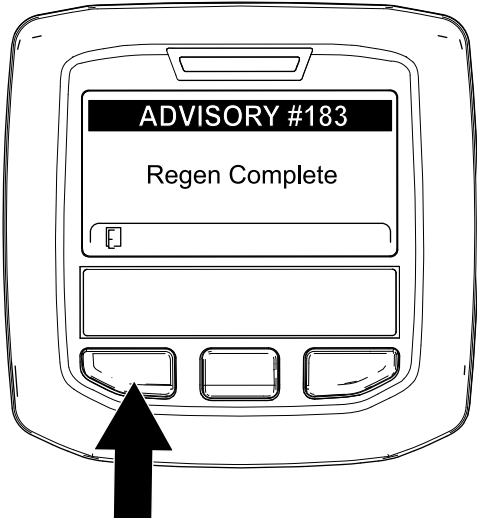

Figura 85
el InfoCenter muestra el AVISO N° 183 (Figura 85). Pulse el botón izquierdo para salir de la pantalla de inicio.
**Nota:** Si la regeneración no se completa, el InfoCenter muestra el Aviso N° 184 (Figura 85). Pulse el botón izquierdo para salir de la pantalla de inicio.